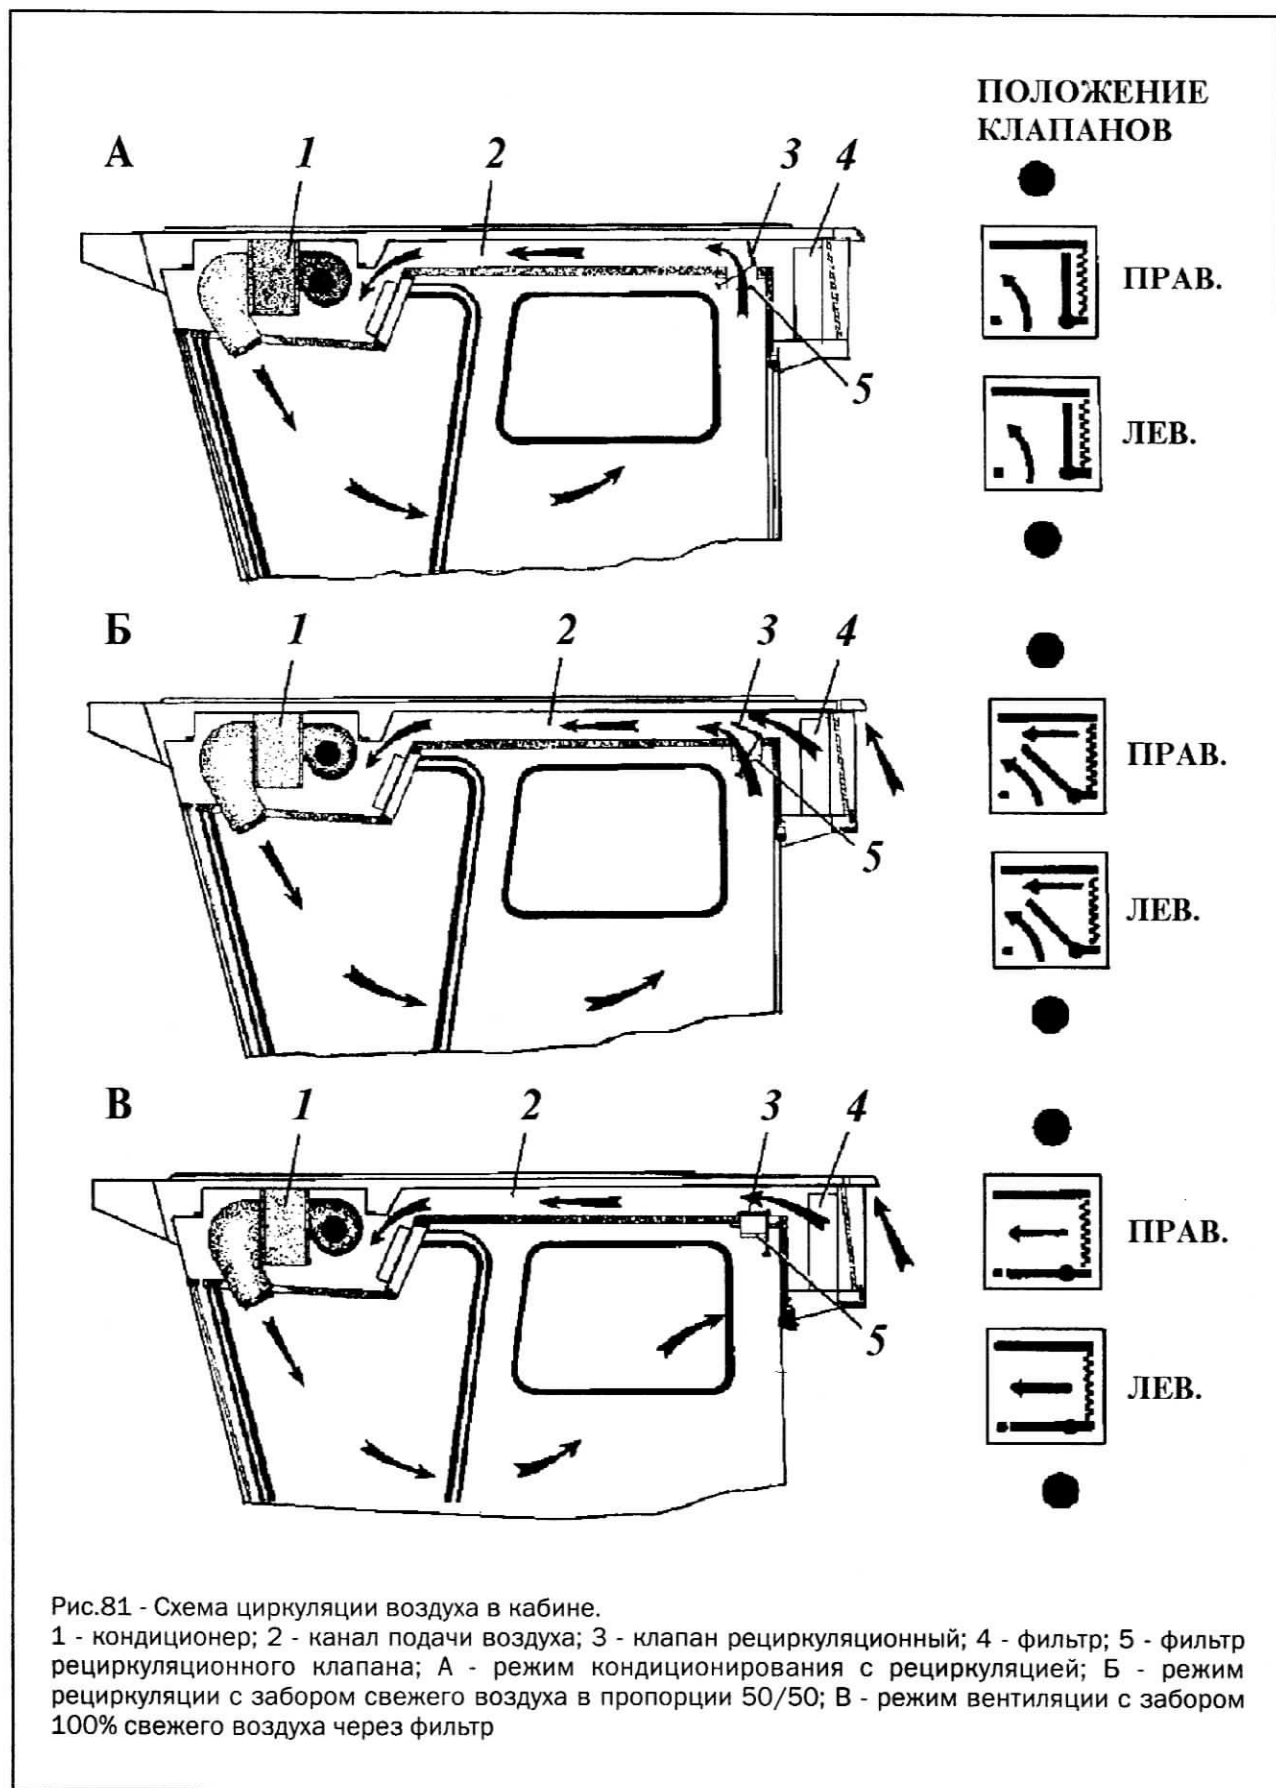

Рис.81 - Схема циркуляции воздуха в кабине.
3.4.15.17 Система циркуляции воздуха в кабине (рис.81)